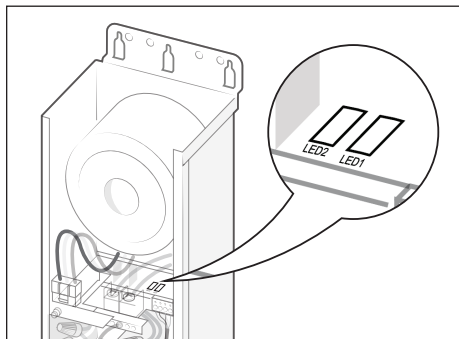

Figura 12. LED1 y LED2
- Encienda el interruptor para restablecer la energía (el LED2 se encenderá en rojo y el LED1 comenzará a parpadear en verde). Las luces de la piscina y el hidromasaje estarán apagadas debido al control de la automatización; consulte la *Figura 12*.